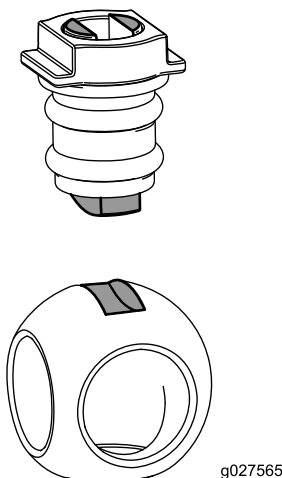

Figure 125
6. Insérez la bille dans le corps de la valve (Figure 125).
Remarque: La tige de la valve doit entrer dans la fente d'entraînement de la bille. Si la tige de la valve ne rentre pas, ajustez la position de la bille (Figure 125).